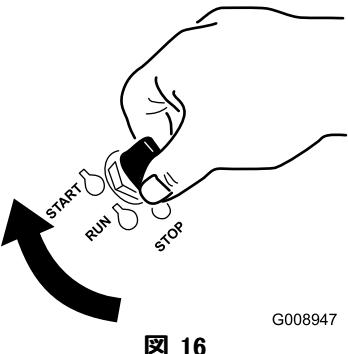

図 16
1. 始動キーを Start 位置に回す(図 16)。エンジンが始動したら、キーから手を離す。
- 始動キーを Start 位置に回す（図 16）。エンジンが始動したら、キーから手を離す。